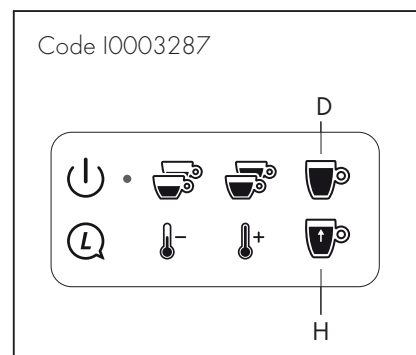

Abb. 12
Für Code 10003287 Abgabemenge Taste (D) 240 cc und Taste (H) 90 cc; Stellen Sie sicher, dass das Behältnis für die Abgabemenge groß genug ist (Abb. 12).